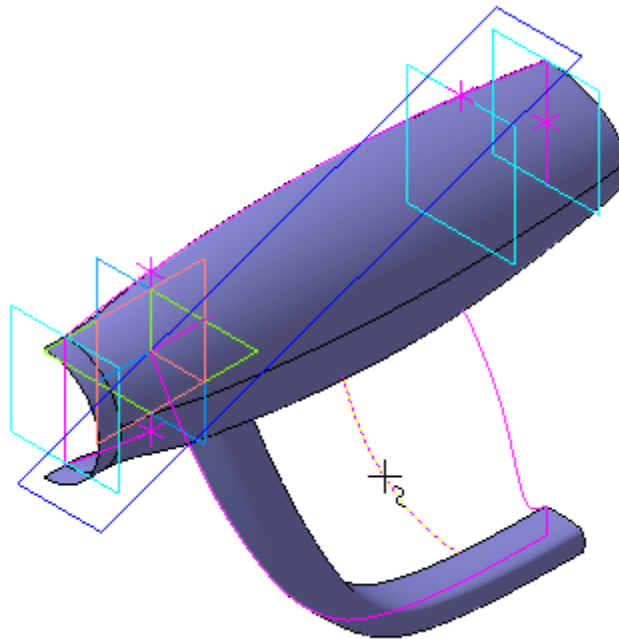

Рисунок 34.
- Откройте список Способ построения точки на Панели свойств и укажите На кривой (рис. 34).